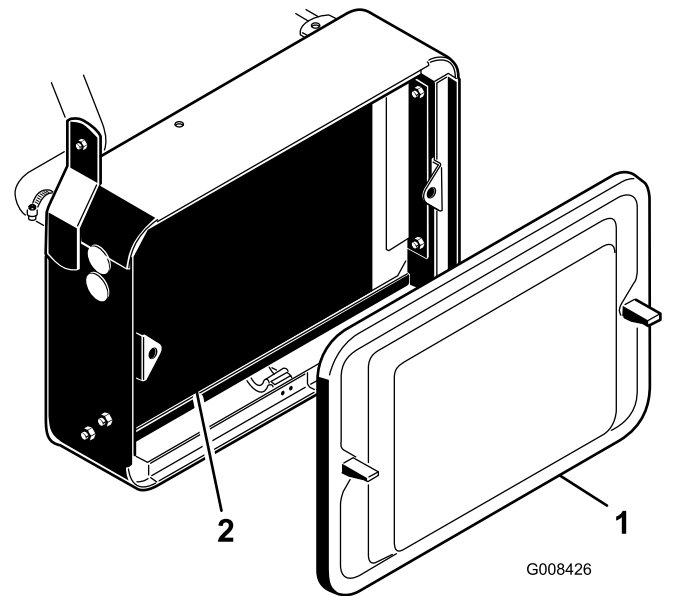

Bild 46
1. Entfernen Sie das Gitter (Bild 46).